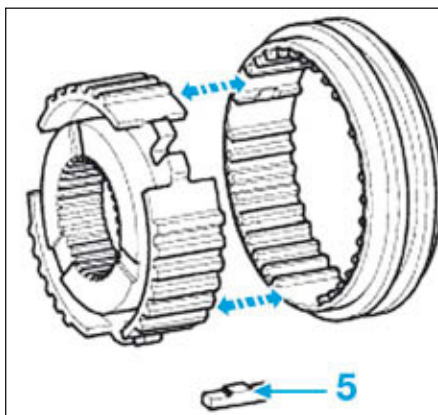

FIG.21
- Vérifier (Fig.21) :
- le bon état des clavettes (5).